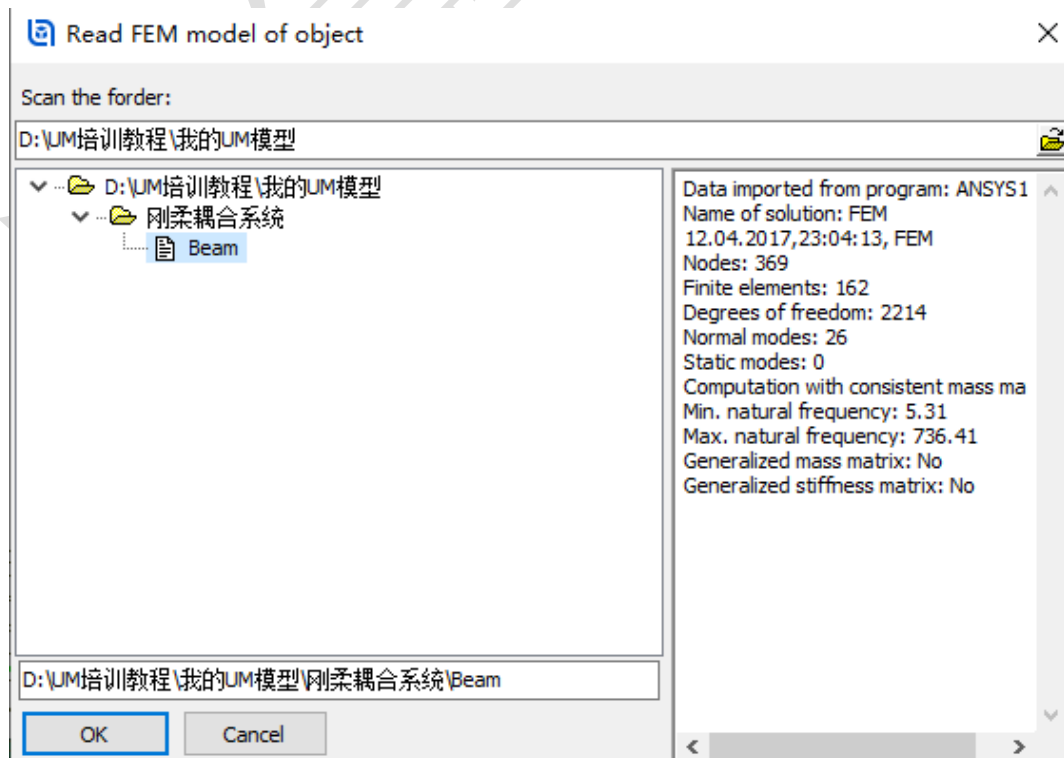

图 2-106
- 5) 在弹出的文件浏览器窗口，定位到路径“D:\UM 培训教程\我的 UM 模型\刚柔耦合系统”，选中 **Beam**，点击 **OK**，将 **Beam** 以子系统方式导入当前 UM 模型，如图 2-106。